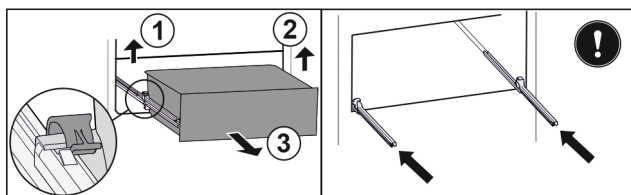

Fig. 111
- ▶ Підняти лівий затискач і одночасно висувний ящик ліворуч потягнути вперед. Fig. 111 (1)
- ▶ Підняти правий затискач і одночасно висувний ящик праворуч потягнути вперед. Fig. 111 (2)
- ▶ Вийняти висувний ящик рухом вперед. Fig. 111 (3)